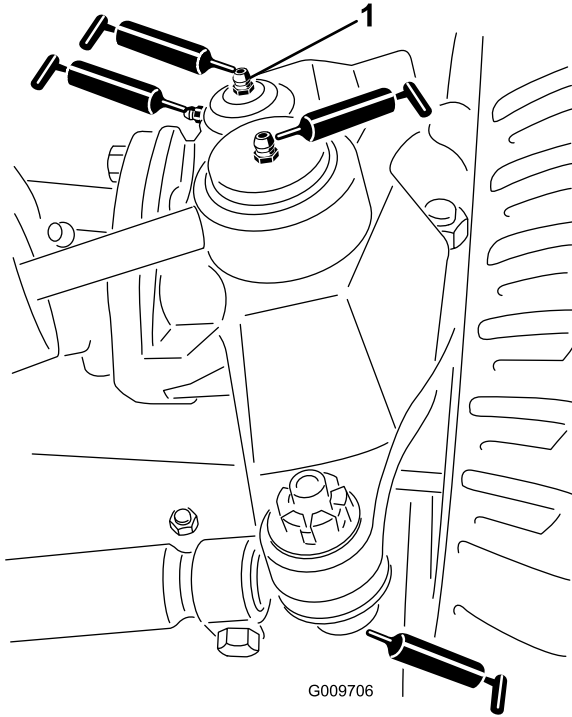

Figura 66
- Giunti sferici (2) del cilindro di sterzo (**Figura 66**)
- Giunti sferici (2) del tirante (**Figura 66**)
- Boccole (2) del perno del fuso a snodo (**Figura 66**). **Il raccordo superiore sul perno del fuso a snodo richiede soltanto una lubrificazione annuale (2 pompate).**